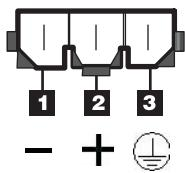

图 14. 直流电源接口 - 引脚位置
- b. 将直流电源线连接到电源。请参阅第13页的图14和第13页的表1, 以了解直流电源接口的引脚位置。